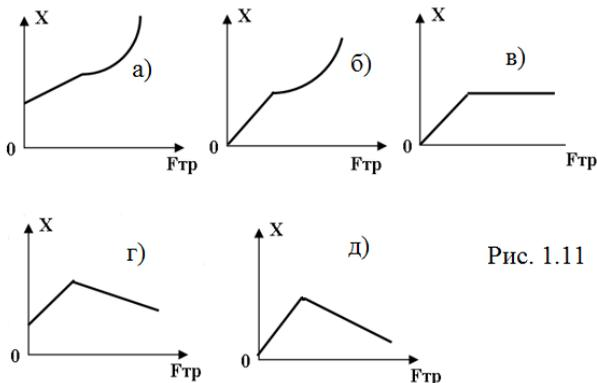

Рис. 1.11
4. К покоящемуся телу массой m , находящемуся на горизонтальной поверхности, коэффициент трения о которую μ , прикреплена пружина жесткостью k . В некоторый момент времени на пружину начинает действовать постоянная сила. Какой из нижеприведенных графиков наиболее точно отражает зависимость абсолютного удлинения пружины, от силы трения действующей на данное тело, (рис.1.11)?